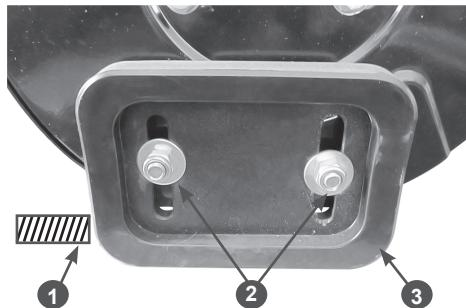

Рис. 21 Регулировка высоты забора снега
- Открутите гайки 2 крепления полозка 3 на 1-2 оборота и установите полозок на необходимую высоту (Рис. 21). Снова затяните гайки.